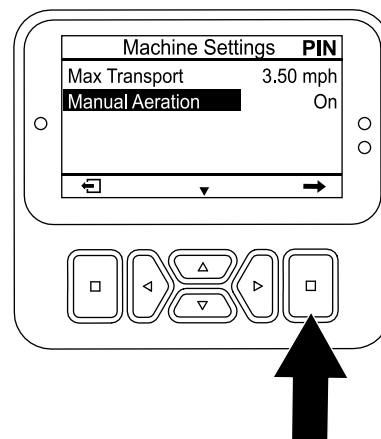

Figura 113
5. Pulse el botón Botón Abajo hasta que quede seleccionada la opción MANUAL AERATION (Aireación manual); luego pulse el botón Seleccionar (Figura 113) para poner la aireación manual en ON(Activado).